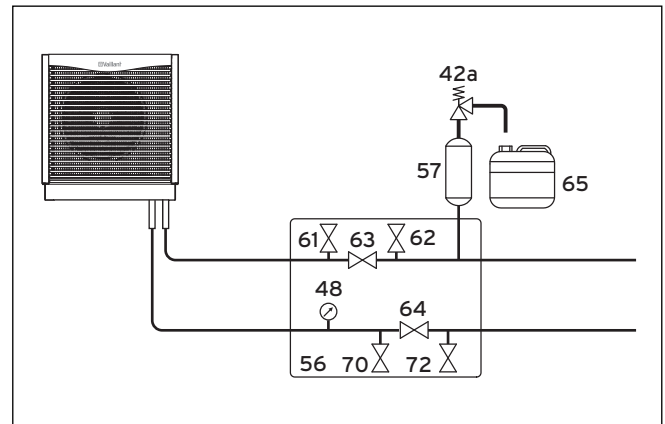

Abb. 5.5 Armaturen im Solekreis
Legende zu Abb. 5.5
- Installieren Sie den Sole-Auffangbehälter (→ Abb. 5.5, Pos. 65) drucklos am Sicherheitsventil (42a).